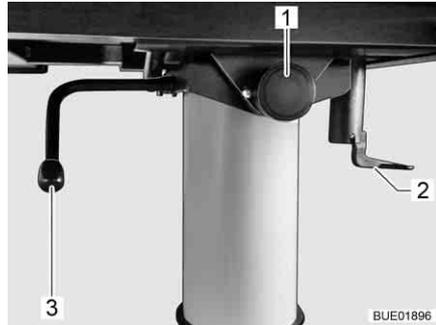

Fig. 101 Regolazione del tavolo rialzabile
- Tirare verso il basso la leva di serraggio (Fig. 101,2).
- Tirare in avanti il bottone (Fig. 101,1) del bloccaggio e ruotare verso l'alto il piano del tavolo.
- Ruotare la leva (Fig. 101,3) sotto il piano del tavolo di 180° in senso orario. Il meccanismo di sollevamento nel piede del tavolo viene sbloccato.
- Ruotare la leva (Fig. 101,3) sotto il piano del tavolo di 180° in senso orario. Il piano del tavolo va automaticamente verso l'alto fino al fine corsa.